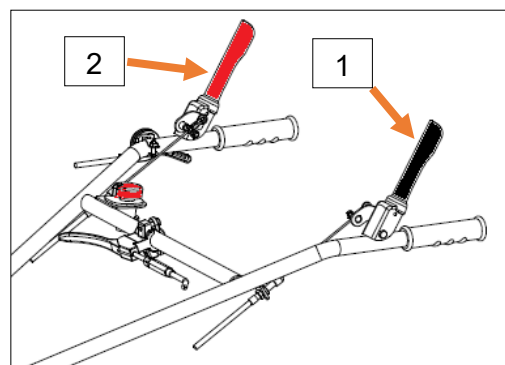

Figure 3
Lorsque le levier noir (1, Figure 3) est poussé vers le bas, la machine avance ou recule. Lorsque le levier est relâché, la machine s'arrête.
Lorsque le levier rouge (2, Figure 3) est poussé vers le bas, la rotation est activée en avant ou en arrière. Lorsque le levier est relâché, la rotation stoppe.
9. Avant de terminer le travail, débrayez l'embrayage d'avance (1, Figure 3), débrayez l'embrayage rotateur (2, Figure 3), puis arrêtez le moteur.